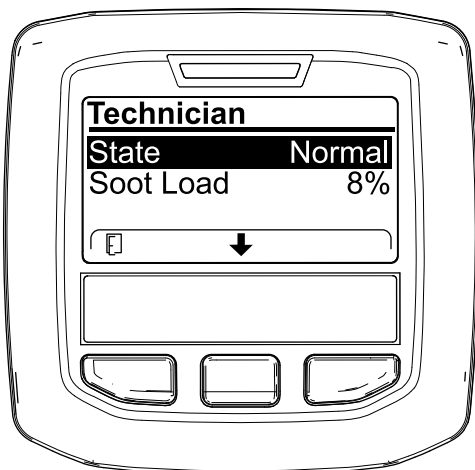

Figura 31
- Utilizai tabelul de operare DPF pentru a înțelege starea actuală a operării DPF (Figura 31).